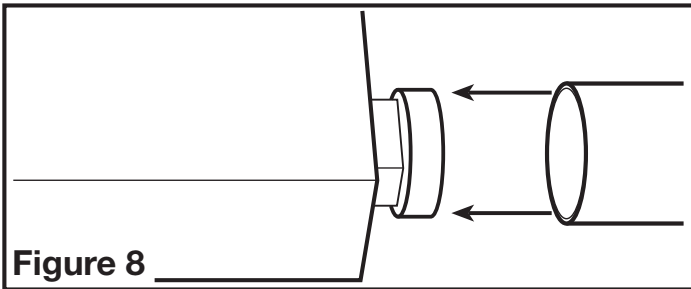

Figure 8
1. Enlever tout ruban adhésif qui pourrait retenir le clapet en place durant le transport et raccorder les conduits au collet du conduit du ventilateur (**Figure 8**). Fixer en place à l'aide de ruban ou de serre-joint. Toujours évacuer le ventilateur vers l'extérieur au travers de chapeau mural ou de toit.